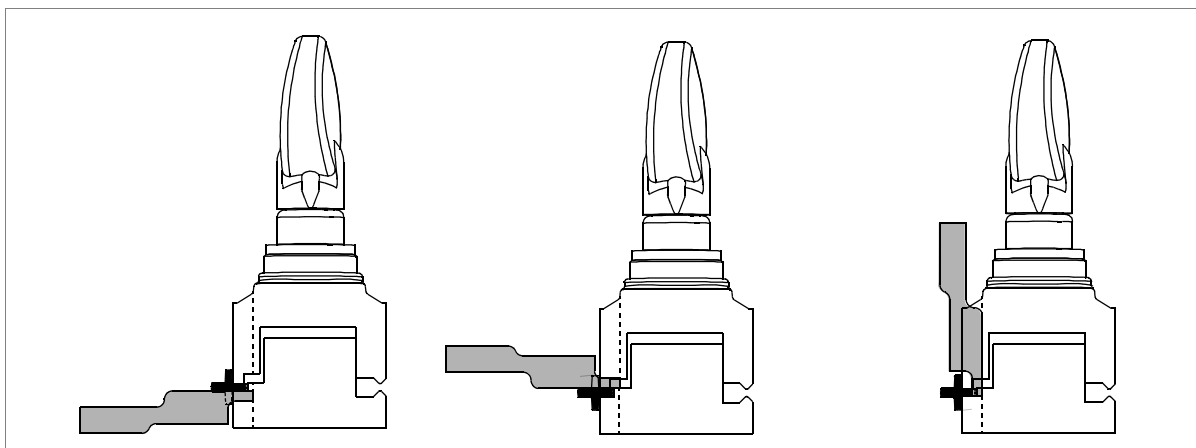

Fig. 16
As barras anexas são utilizadas para a duplicação das chaves tetra e para o contacto na ponta para bloquear as chaves desprovidas de encosto (fig. 16).
- 3) Apoie o encosto das chaves contra as barras (fig. 16).
As barras, neste caso, são utilizadas no caso em que a chave esteja sem encosto (fig. 16), portanto proceda da seguinte forma: